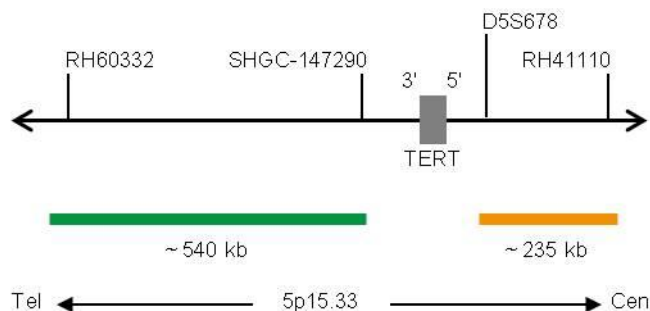

Fig. 1 : Carte de la sonde SPEC TERT (pas à l'échelle)
- Polynucléotides marqués au ZyGreen (excitation 503 nm/émission 528 nm) (~10 ng/μl), qui ciblent une séquence de 5p15.33* (chr5:620,184-1,161,456) distale de la région des points de rupture de TERT (voir figure 1).
- Polynucléotides marqués au ZyOrange (excitation 547 nm/émission 572 nm) (~4,5 ng/μl), qui ciblent une séquence de 5p15.33* (chr5:1,353,007-1,588,209) proximale de la région des points de rupture de TERT (voir figure 1).